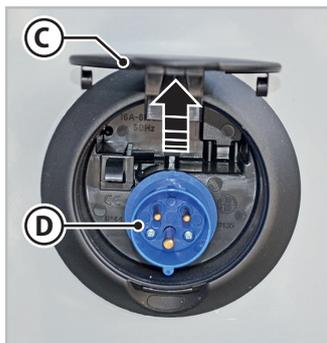

Fig.6.29 - Prise d'alimentation 220 V
2. Soulever le couvercle (**C** - Fig.6.29) de la prise (**D** - Fig.6.29) situé sur le côté du véhicule.
3. Connecter un câble externe de section appropriée et de type homologué à la prise (**D** - Fig.6.29).